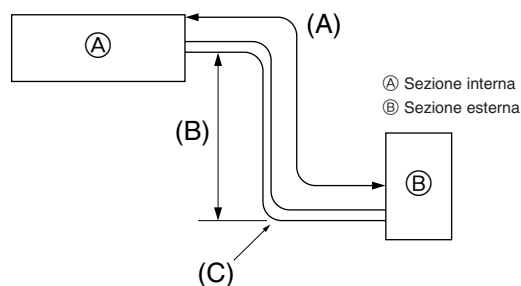

Fig. 5-1
5.1. Tubazione del refrigerante (Fig. 5-1)